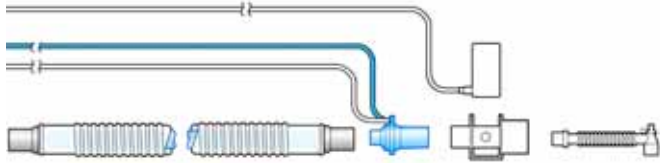

Figura 2-11. Connessione del sensore di CO2/adattatore per vie aeree al circuito paziente
3. Connettere il sensore/adattatore per vie aeree al circuito paziente come segue (Figura 2-11):